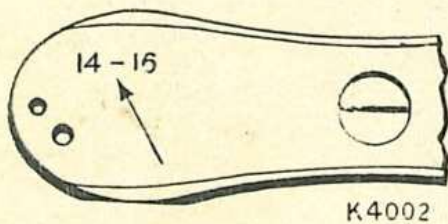

Fig. 9.
Desserrer la vis (E) et enlever la plaque à aiguille avec la goupille-charnière (D). En replaçant la plaque, s'assurer que la fente de la goupille (D) est dans la position illustrée Fig. 9 et sa partie plate en regard de la vis (E). Resserrer ensuite cette vis.